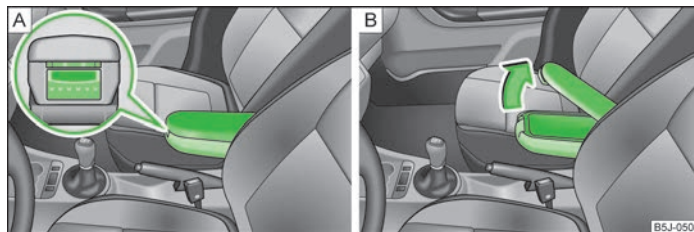

Fig. 72 Apoyabrazos: Compartimento guardaobjetos/abrir el compartimento guardaobjetos
- Pulsar la tecla inferior en el lado frontal del apoyabrazos » fig. 72 - A.
- Pulsar la tecla superior y doblar la tapa del compartimento guardaobjetos hacia arriba » fig. 72 - B.